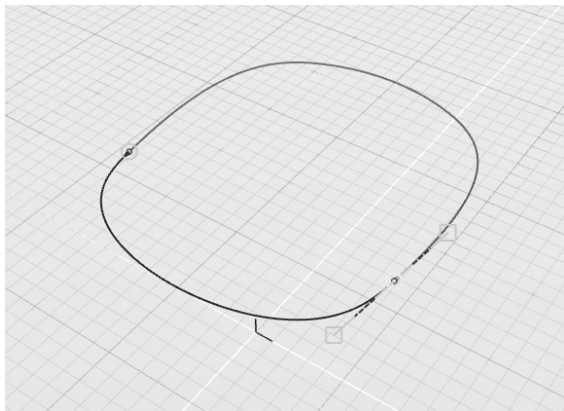

图 5-99 将融合曲线的第 2 个控制点锁定至投影曲线另一侧的端点
10) 随后当控制台提示“点#2”时, 可做类似操作, 在曲线另一侧的端点上绘制融合曲线的另外一点, 按空格键退出绘制, 如图 5-99 所示。